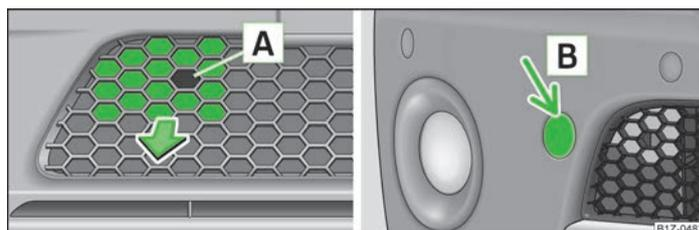

Fig. 156 Paragolpes delantero del Octavia RS: Rejilla protectora/Octavia Scout: Caperuza cobertora
- Introducir un dedo en el orificio **A** » fig. 156 de la rejilla.
- Presionar la parte superior de la caperuza cobradora [B] » fig. 156 y extraerla.